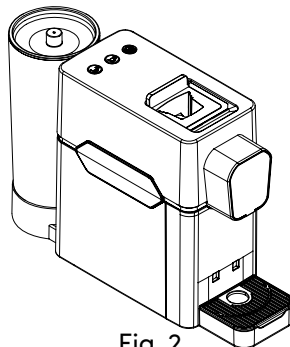

Fig. 2
- Aprire la copertura scorrevole, fino a completa apertura, per poter accedere al vano inserimento capsula (Fig.2).
- Aprire completamente la copertura scorrevole (Fig.2) per espellere la capsula erogata e farla cadere nel cassetto raccolta capsule esauste.